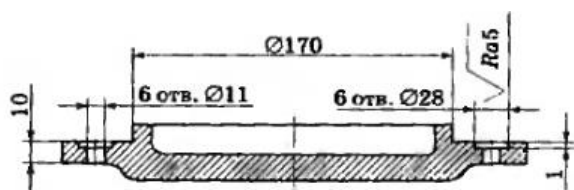

Рис. 3.3
**Исходные данные:** деталь – крышка (рис. 3.3); материал чугуна СЧ18, НВ 190. Заготовка – отливка. Масса детали 3,59 кг. **Оборудование** – радиально-сверильный станок 2Н135. **Приспособление** –